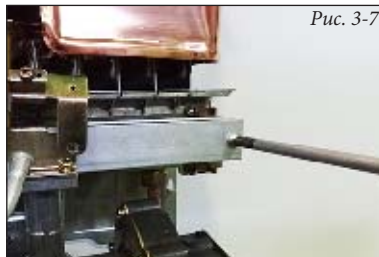

Рис. 3-7
- вывинтите винты крепления газовой рампы (Рис. 3-7);